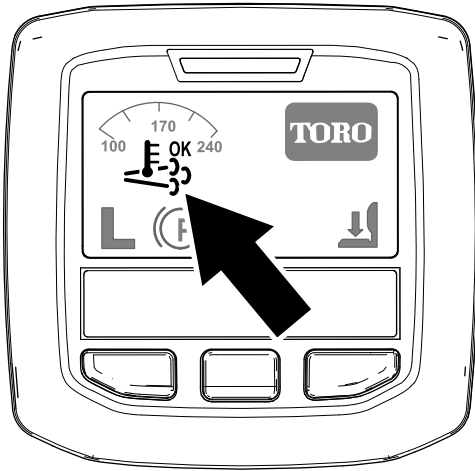

Bild 38
- Das Symbol für die unterstützte bzw. Zurücksetzen-Regenerierung im InfoCenter angezeigt (Bild 38).